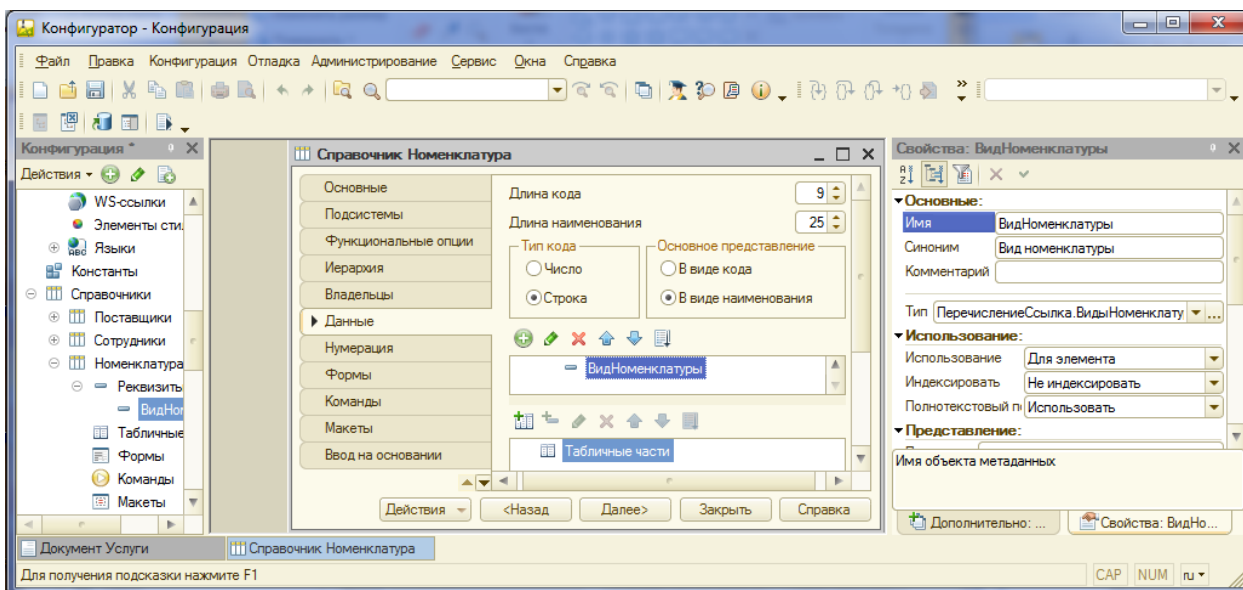

Рис. 81
- добавьте в справочник Номенклатура новый реквизит ВидНоменклатуры с типом ПеречислениеСсылка.ВидыНоменклатуры (рис. 81);